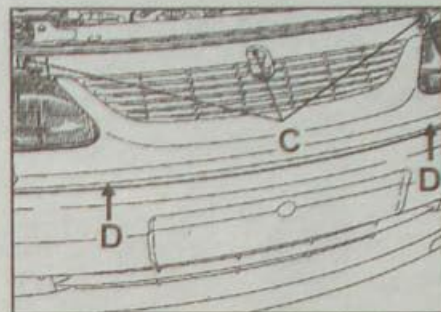

Рис. 2.38. Расположение винтов крепления облицовки радиатора (D) и решетки облицовки радиатора (C)
- облицовку радиатора (D, рис. 2.38), удлинители и решетку облицовки радиатора (C);